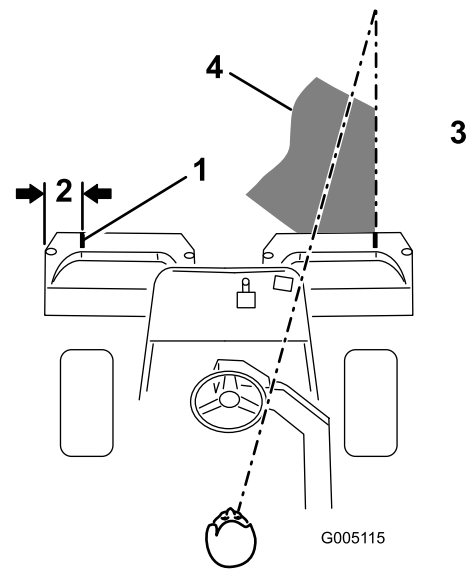
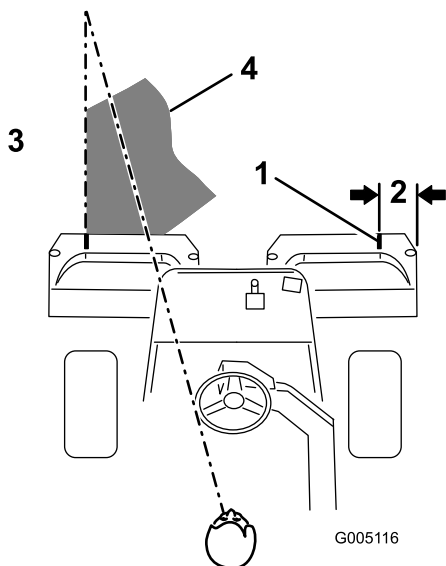

Figure 30
Figure 31
- Placez une bande de papier blanc ou un trait de peinture sur chaque bac parallèlement à son bord extérieur (Figure 30).
3. Minimisez le chevauchement de la passe précédente lors de la passe de retour. Pour vous aider à conserver une ligne droite en travers du green et à maintenir la machine à égale distance du bord de la passe précédente, établissez une ligne de vision imaginaire à environ 1,8 à 3 m en avant de la machine jusqu'au bord de la partie non coupée du green (Figure 30 et Figure 31). Certaines personnes trouvent utile de faire passer la ligne de vision par le bord extérieur du volant, c.-à-d. de maintenir le bord du volant aligné avec un point se trouvant toujours à la même distance par rapport à l'avant de la machine (Figure 30 et Figure 31).